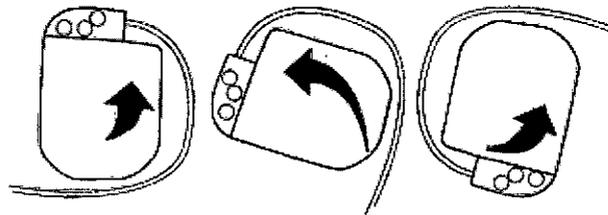

Figura 15.
1. Para impedir que el cuerpo del cable se retuerza, gire el dispositivo para enrollar con holgura el cable sobrante (Figura 15).